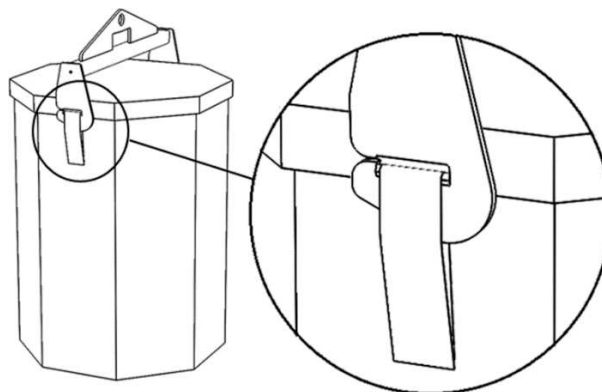

Fig. 2
4. O balanceiro de elevação deve ser montado conforme ilustrado na Fig. 2
5. Certifique-se de que as correias de elevação em ambos os lados estão completamente engatadas e permanecem nos ganchos enquanto eleva o ESAB MARATHON PAC™. Consulte a Fig. 1 e a Fig. 2 para obter informações sobre utilização incorreta e correta, respetivamente